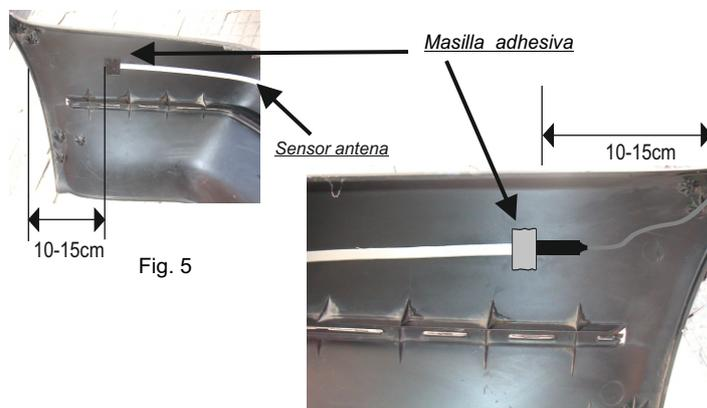

Fig. 5
B- Fijar a través de su adhesivo el conector faston negro del cable datos en la superficie interior del parachoques a partir de aproximadamente 10 a 15 cm de distancia desde el extremo del parachoques (Fig. 5).
1) Es importante iniciar y terminar la aplicación de la cinta a aproximadamente 15 cm desde ambos extremos del parachoques (fig. 5).